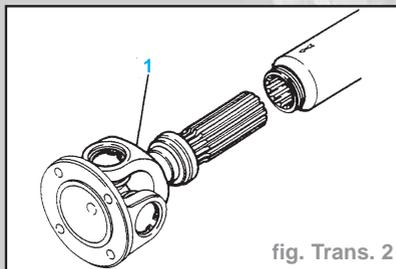

fig. Trans. 2
- Dévisser le pare-poussière et retirer la section coulissante (1) (Fig. Trans. 2).